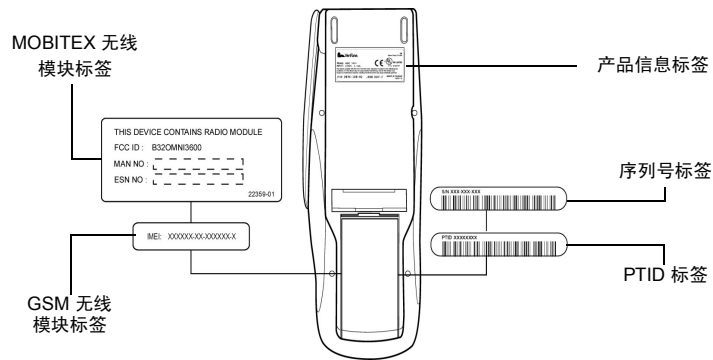
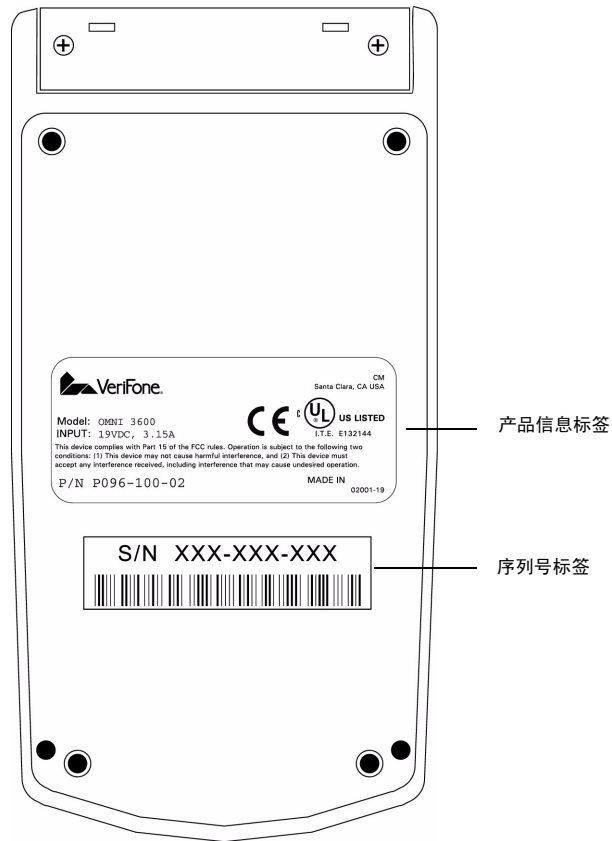
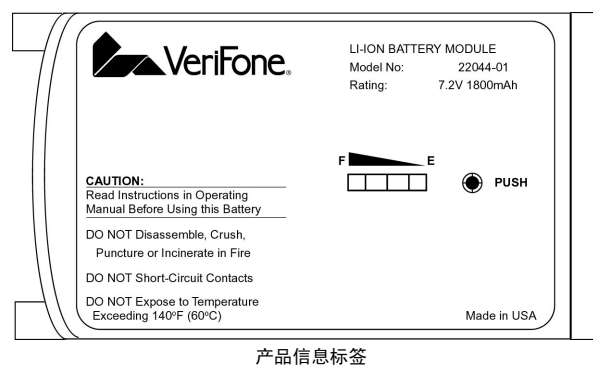

图 31 Omni 3600 终端信息标签的位置
图 32 Omni 3600 基座信息标签的位置
图 33 智能电池信息标签的位置
- 1 根据要退回的**每个** Omni 3600 终端（图 31）、Omni 3600 基座（图 32）和智能电池（图 33）上的印刷标签，收集以下信息：